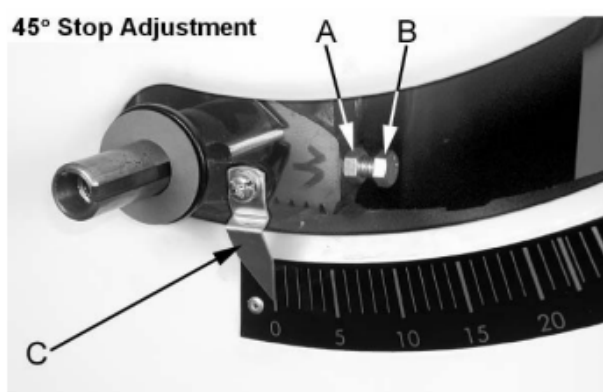

Рис. 19
8. Если пильный диск не под углом 45 градусов к столу, удалите маховик подъема понижения пильного диска. Ослабьте контргайку (А см. рис. 19) и поверните стопорный винт регулировки (В, рис. 19) на передней цапфе во, внутрь или наружу. Регулировочный винт следует прекратить вращать на переднем кронштейне цапфы, когда пильный диск находится под углом 45 ° к столу.
9. Проверьте правильность указателя (С, рис. 19) на угол масштаба и скорректируйте, если это необходимо.